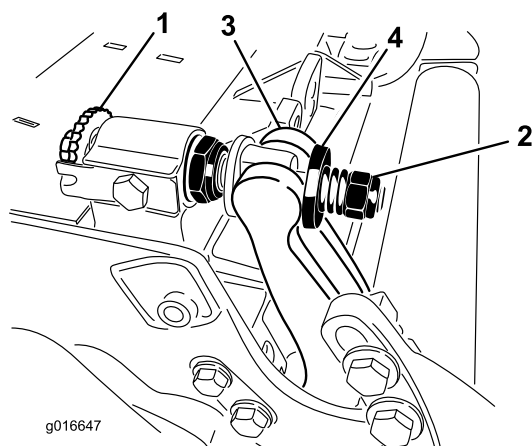

図 30
- ベッドバー調整ネジ図 30を左に回してベッドナイフとリールの接触をなくす。
- スプリングテンション・ナットをゆるめて、ワッシャがベッドバーを全く押さないようにする図 30。